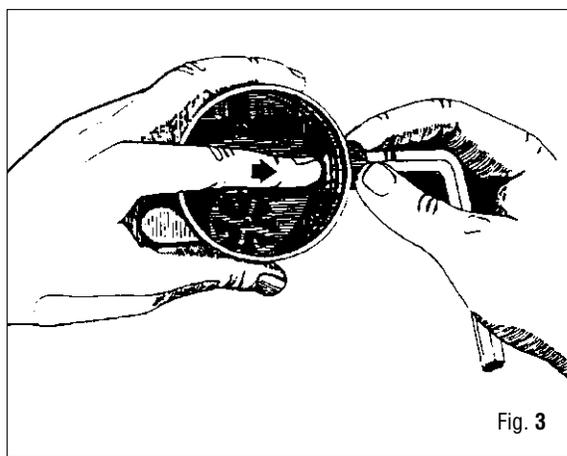

Fig. 3
19. Quite la válvula (30) y el muelle (31) de la boca (67).
20. Quite la pastilla (47) del cuerpo de la válvula (30).
21. Quite el OR (66) desde la boca (67).
22. Introduzca la llave hexagonal (B-13) ejerciendo una ligera presión en la tapa (64) (Fig. 3) Extraiga la placa de apoyo de la leva (73) de la caja de la Segunda etapa.
23. Haga girar, con la llave (B-13), el tapón (64) 90° en sentido antihorario. (Fig. 3)
24. Desde el interior, presionar la tapa (64), y desmontarla de la caja de la Segunda etapa. (Fig. 3)
25. Quite el OR (66) de la tapa (64).
26. Desmonte la válvula de descarga (40).